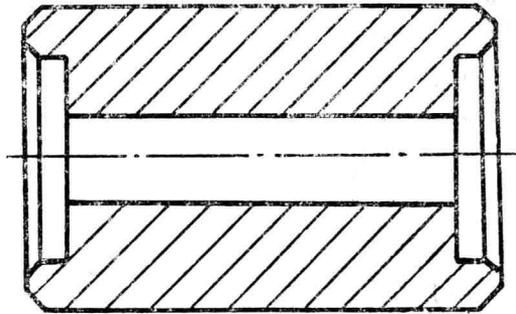

图 9 套筒
3) 粗、精车如图 9 所示的, 用空气锤自由锻造, 工件材料为 40Cr,  $\sigma_b = 981\text{MPa}$ ,  $\text{HB} \geq 207$  的套筒外圆表面。